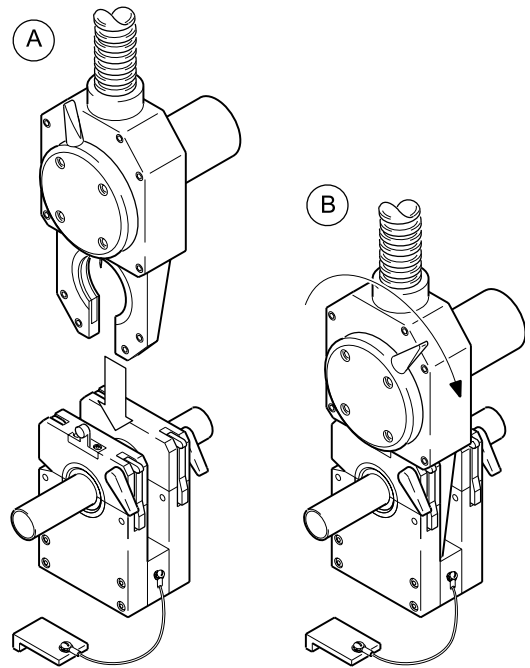

图 26 把焊头装进夹具块内
2. 把焊头插进夹具块内。参考图 26(A)。
3. 向顺时针方向转动锁杆来固定焊头。参考图 26(B)。